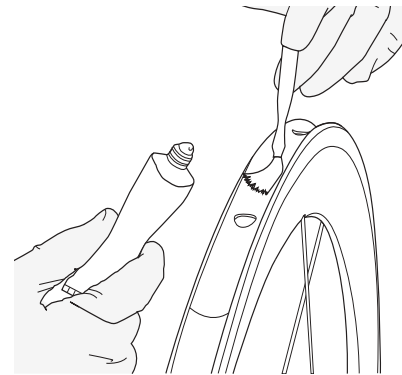

Abb. 31. Eine dünne Schicht Kleber auf das Felgenbett auftragen.
3. Tragen Sie mit dem säurebeständigen Pinsel eine dünne Schicht Kleber auf das Felgenbett auf, und zwar von Kante zu Kante über den gesamten Verlauf der Felge (Abb. 31).